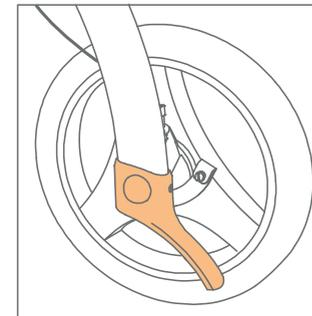

Figura 24: utilizzo dell'assistente marciapiede.
- Spingere l'assistente del marciapiede sinistro o destro (**Figura 24**) verso